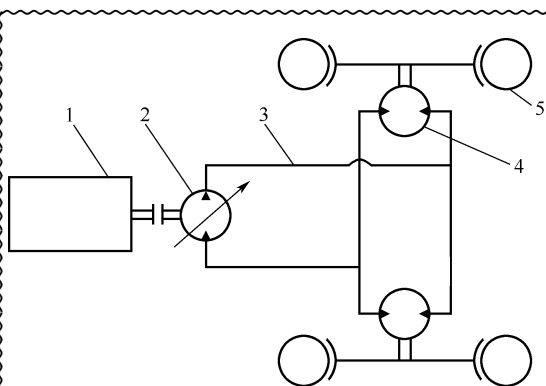

图 1-28 全液压式传动系统原理图
(3) **全液压传动系统** 液压传动也叫静压传动,是通过液体传动介质静压力的变化来传递能量。该系统主要由发动机驱动的液压泵、液压马达和控制装置等组成。发动机输出的机械能通过液压泵转化成液压能,然后再由液压马达将液压能转化成机械能。液压泵的供油量可在液压控制装置的控制下实现在一定范围内的无级连续变化,液压马达的转速也将一定范围内连续变化,如图 1-28 所示。